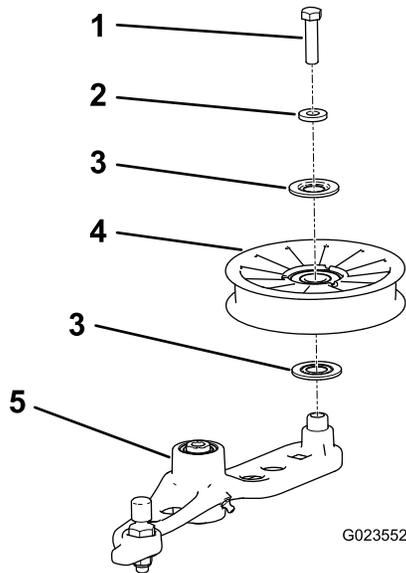

Bild 59
6. Entfernen Sie die Schraube, mit der die alte Spannscheibe am Spannarm befestigt ist, und befestigen Sie eine neue Spannscheibe (Bild 59).